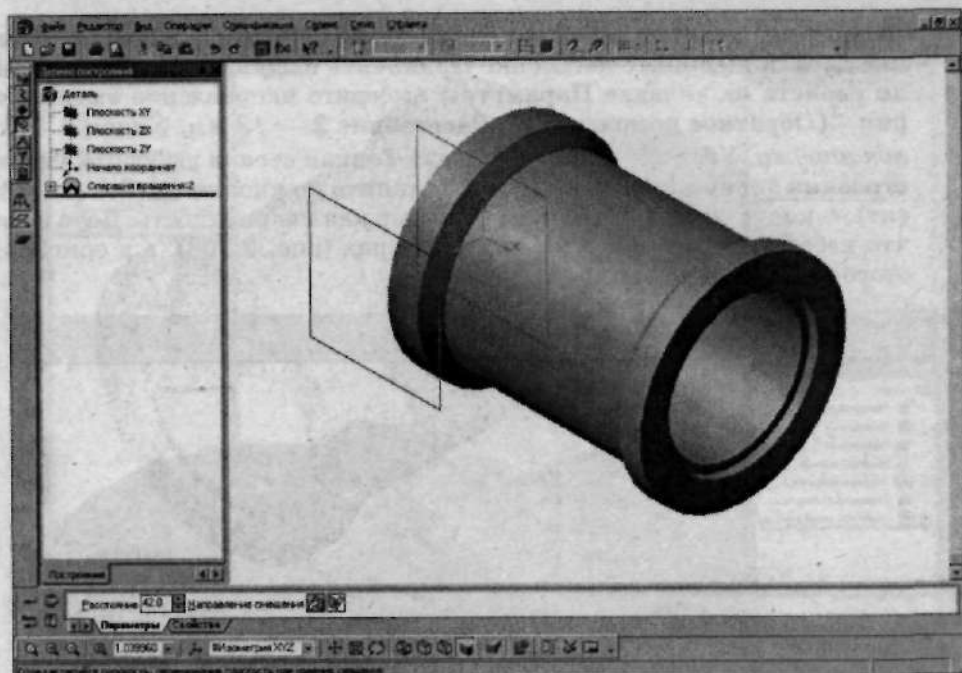

Рис. 2.106. Создание смещенной плоскости для построения конуса
2. На появившейся **Панели свойств** выберите **Расстояние** — **42 мм**, **Направление смещения** — **Прямое направление**, после чего щелкните по кнопке (Создать объект) для завершения построения смещенной плоскости (рис. 2.106).